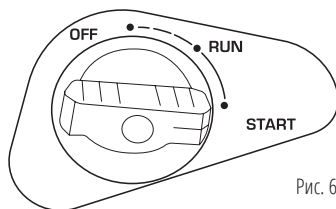

Рис. 6
4. Переведіть ручку повітряної заслонки в положення OFF (Рис. 6).